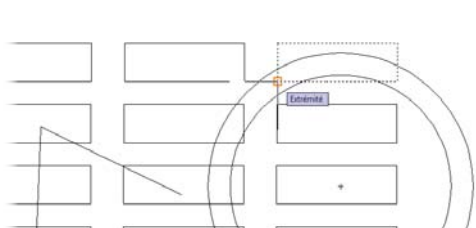

Figure 3.117
1. Activez l'outil Échelle, choisissez le rectangle de droite puis indiquez le point de base (voir Figure 3.117).